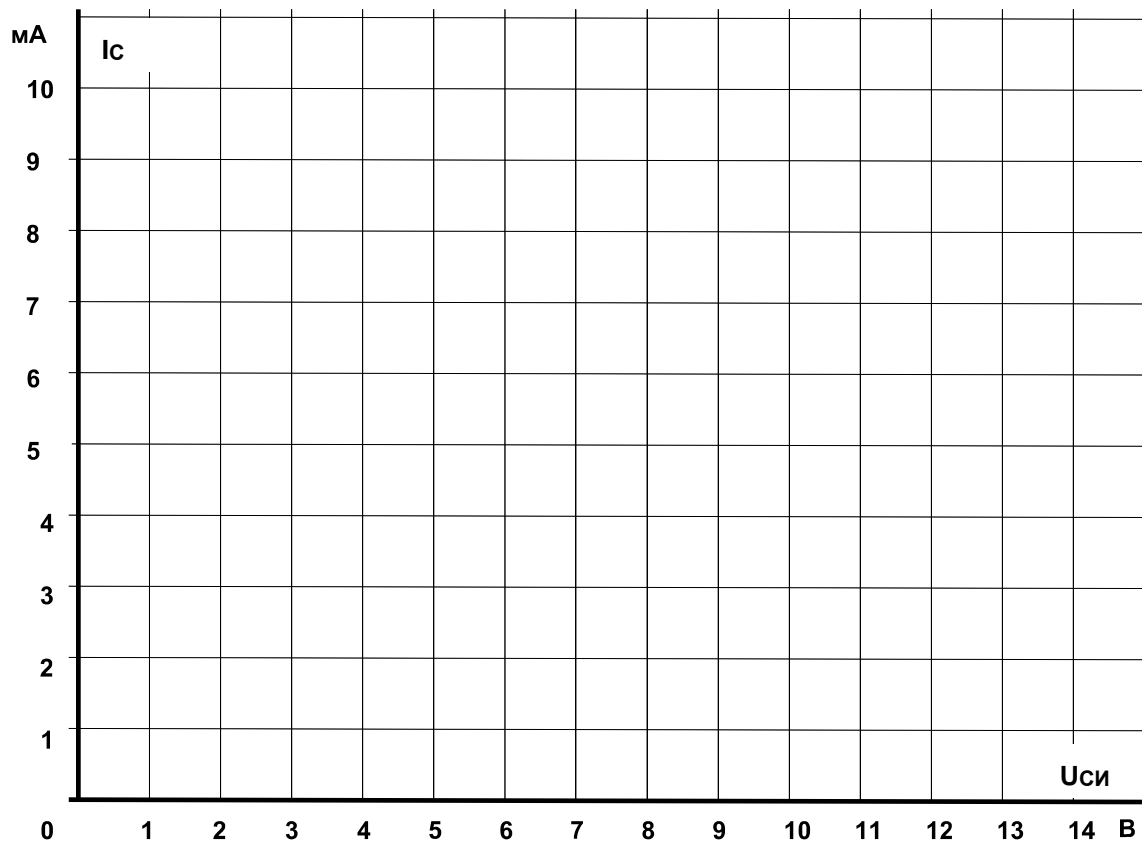

Рис.5.4.2
- На графике (рис.5.4.2) постройте кривые зависимости тока стока  $I_c$  от напряжения сток / исток  $U_{си}$  при различных фиксированных значениях напряжения затвор / исток  $U_{зи}$ .